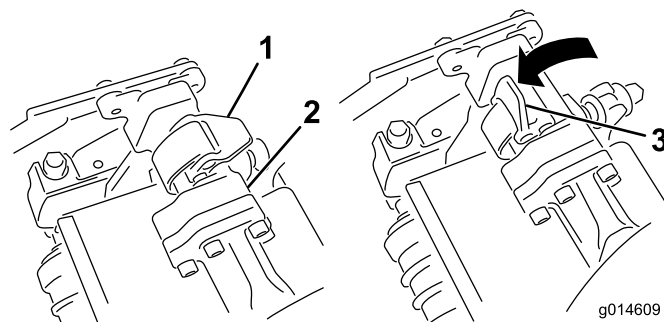
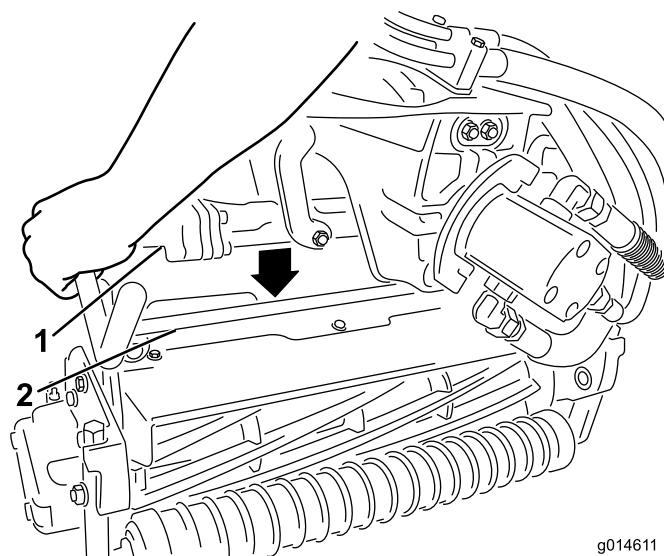

図 33
図 34
4. サスペンション・アームのバーについているラッチを上向き（開いた状態）にして（図 33）、サスペンション・アームを押下げて、バーを、カッティングユニットのバーの上に被せるようにする（図 34）。
5. ラッチを下げて閉じるとカッティングユニットのバーがロックされてユニットがアームにセットされる (図 33)。
5. 取り外したいカuttingユニットのサスペンション・アームのバーについているラッチを開く（図 33）。